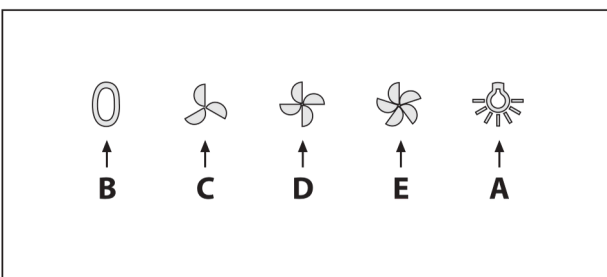

Fig.8
- **Manöverfunktioner mekaniska (Fig.8)** beskrivs symbolerna här nedan: